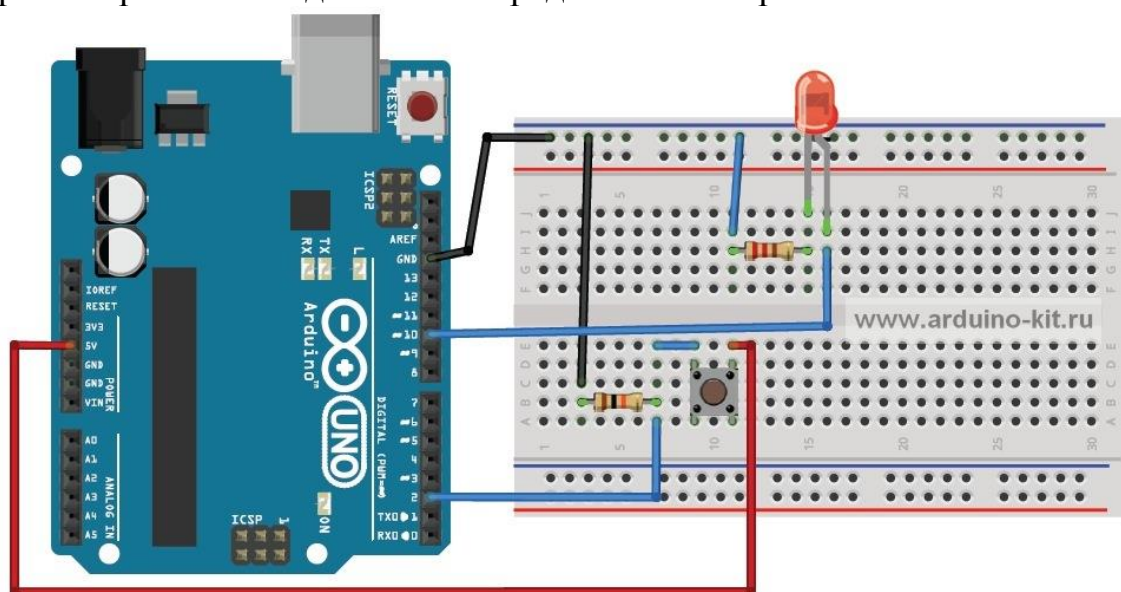

Рис. 2.1. Схема подключения кнопки и светодиода
В данном эксперименте мы будем использовать контакт D2 Arduino в качестве входа. Это позволяет подключить к нему кнопку для взаимодействия с проектом в режиме реального времени. При использовании Arduino в качестве входов используют pull-up- и pulldown-резисторы, чтобы вход Arduino не находился в «подвешенном» состоянии (в этом состоянии он будет собирать внешние наводки и принимать произвольные значения), а имел заранее известное состояние (0 или 1). Резисторы pull-up подтягивают вход к питанию +5 В, pull-down-резисторы подтягивают вход к GND. Кроме этого, pull-up- и pull-down-резисторы гарантируют, что кнопка не создаст короткого замыкания между +5 В и землей при нажатии. В нашем эксперименте для подключения кнопки мы будем использовать pulldown-резистор. Схема подключения представлена на рис. 2.1.
1. Длинную ножку светодиода (анод) подключаем к цифровому выводу D10 Arduino, другую (катод) – через резистор 220 Ом к выводу GND (см. рис. 2.1).
2. Один вход кнопки подключаем к +5 В, другой – через резистор 10 кОм к GND, выход кнопки подключаем к входу D2 Arduino (см. рис. 2.1).